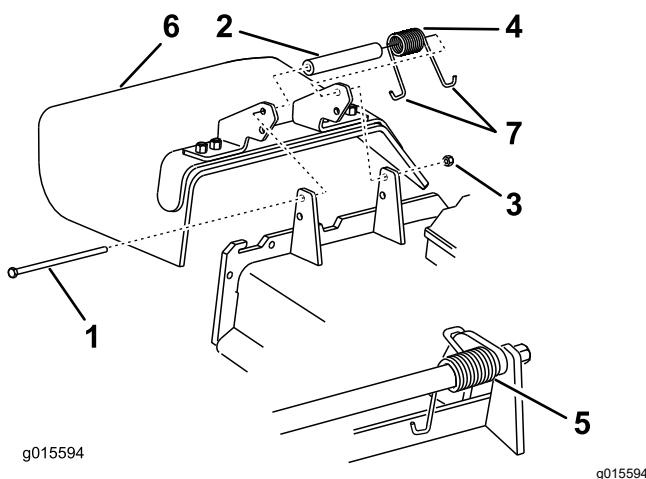

Figure 21
- Retirez le contre-écrou, le boulon, le ressort et l'entretoise qui fixent le déflecteur aux supports de pivot (Figure 21).
- Déposez le déflecteur d'herbe (Figure 21).